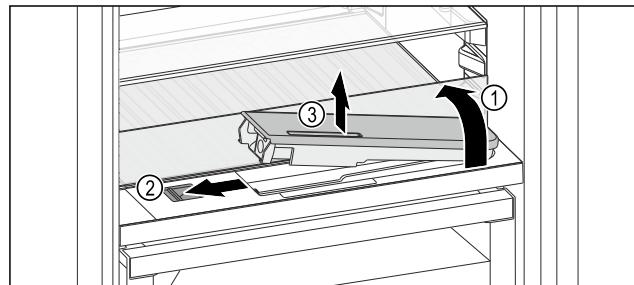

Fig. 151
- Glasplatte anheben und bis zum Anschlag nach hinten klappen Fig. 151 (1).
- Schieber Fig. 151 (2) nach links schieben.
- Wassertank entnehmen Fig. 151 (3).